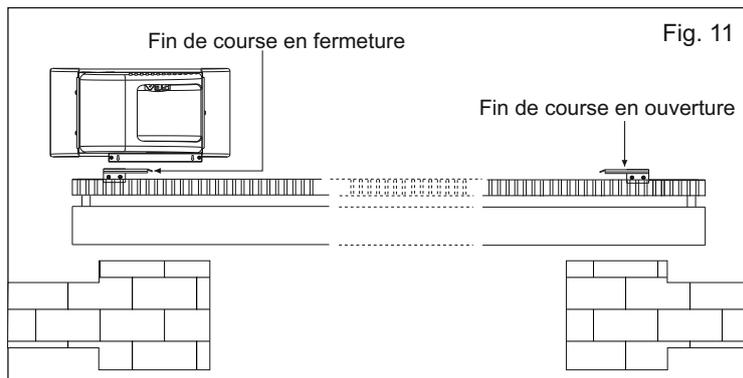

Fig. 11
6.1. Pour l'installation du fin de course en ouverture, il faut suivre les instructions reportées au-dessous (Fig. 11):
6.2. Pour l'installation et le réglage du fin de course en fermeture, suivre les instructions reportées au-dessous (Fig. 11):